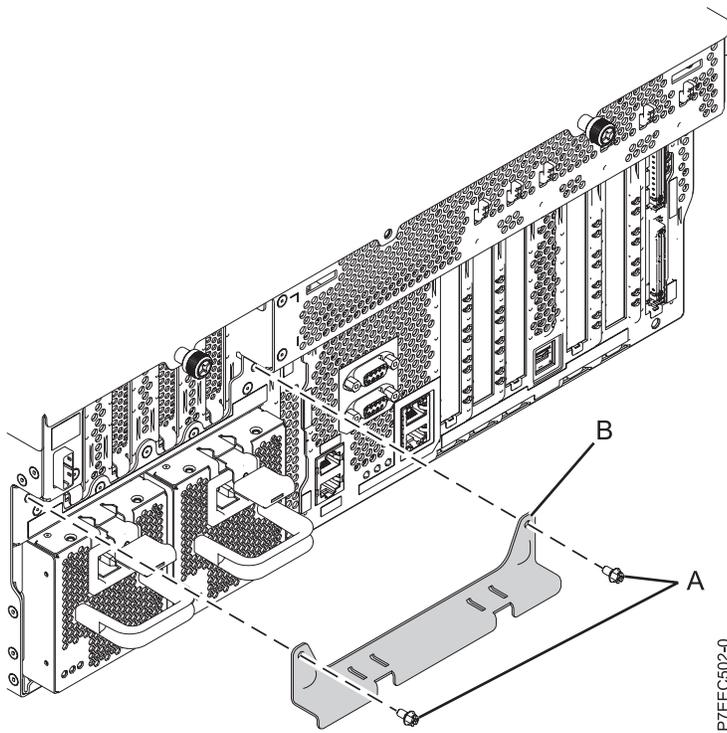

Abbildung 10. Transporthalterung ausbauen
9. Bauen Sie die Transporthalterung links von der Systemrückseite aus, bevor Sie das System verkabeln (siehe Abb. 10 auf Seite 10). Führen Sie die folgenden Schritte aus, um die Transporthalterung auszubauen:
- a. Entfernen Sie die beiden Schrauben (A).
- b. Ziehen Sie die Halterung vom System (B) ab, sodass sich die Netzteile aus der Halterung lösen.